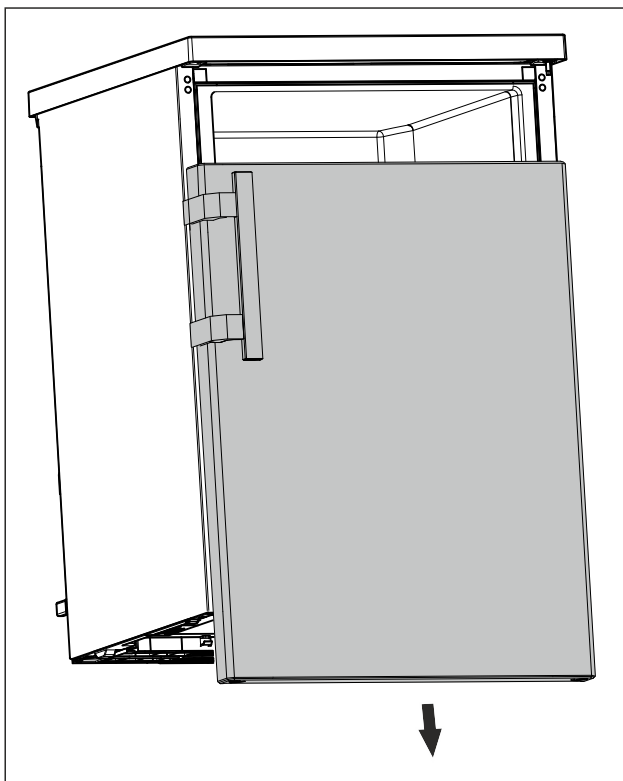

Fig. 13
- ▶ Tag døren af nedefter. (se Fig. 13)